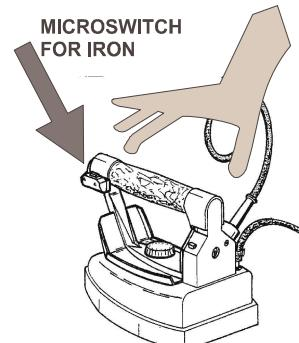

Рис. 3
1. Гладить утюгом изделие для глажения (рис. 3), переодически нажимая на кнопку подачи пара на утюге и одновременно нажимать на педаль вытяжки воздуха из гладильного стола (рис. 1). Причем педаль включения вытяжки рекомендуется
5. При потере воды из утюга (рис. 3);
7. Промывать или чистить утюг водой (рис. 3).